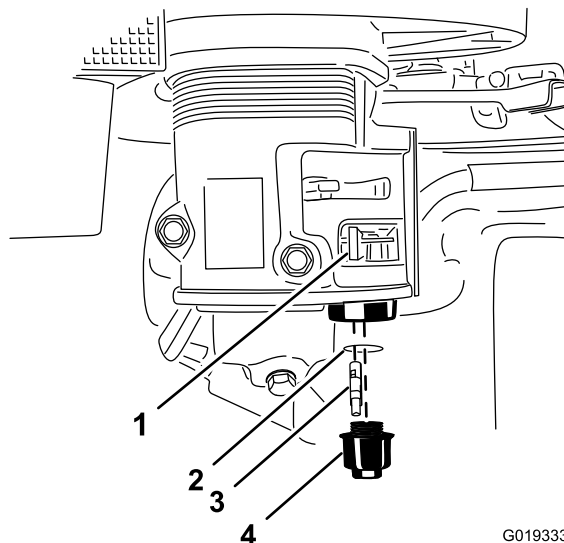

Figura 41
3. Mueva la palanca de la válvula de combustible a la posición de CERRADO, totalmente hacia la izquierda (Figura 41).
4. Desenrosque la taza de sedimentos (Figura 41).
5. Retire y conserve el filtro de combustible y la junta tórica (Figura 41).
8. Instale el filtro de combustible en la parte inferior del carburador (Figura 41).